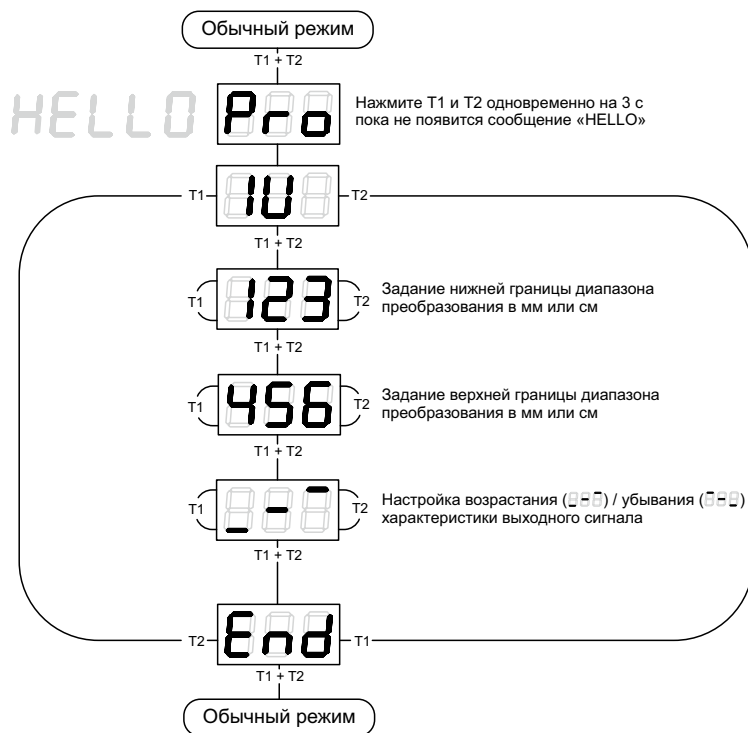

Рисунок 18 – Задание параметров с использованием *LED* – дисплея для датчика mic+.../IU/TC
- 1) С использованием *LED* – дисплея, задание числовых параметров диапазона преобразования (см. рисунок 18);